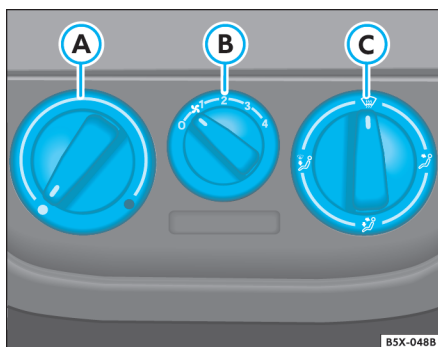

Fig. 84 Detalle en el panel: Mandos
- Gire el mando ⇒ fig. 84 A para la izquierda.
- Gire el mando ⇒ fig. 84 A para la derecha, hasta alcanzar la temperatura de calefacción deseada.
- Gire totalmente el mando ⇒ fig. 84 A para la derecha, en la regulación máxima de calefacción.
- Gire el mando ⇒ fig. 84 A para la posición de calefacción máxima.